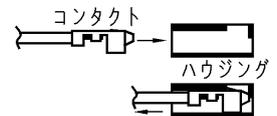

図 17
5. 6 本の十字穴付小ねじをゆるめ、補強ブラケット、油槽、油槽ガスケットを本体から取り外します。(図 17)
(図 17)